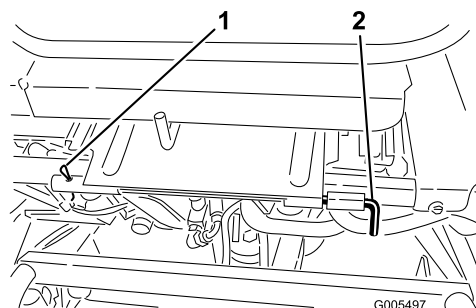

Figure 25
3. Abaissez le siège et retirez la goupille cylindrique qui fixe la tige de pivot du siège au cadre (**Figure 25**).